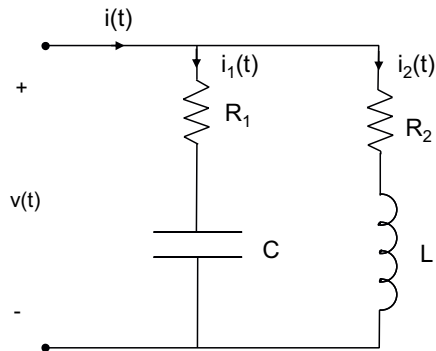

Figura 3
El circuito de la Figura 3 se encuentra funcionando en régimen estacionario sinusoidal.
- 2.- Dibujar de la misma forma que en apartado anterior las intensidades $i_1(t)$ e $i_2(t)$ indicadas en la Figura 3, es decir, la intensidad que circula por la rama de la resistencia R1 y el condensador y la intensidad que circula por la rama de la resistencia R2 y la bobina, respectivamente. Deben dibujarse en un *plot* diferente al de la tensión mediante la opción *Plot-Add Plot to Window* y después seleccionando *Trace-Add Trace*.